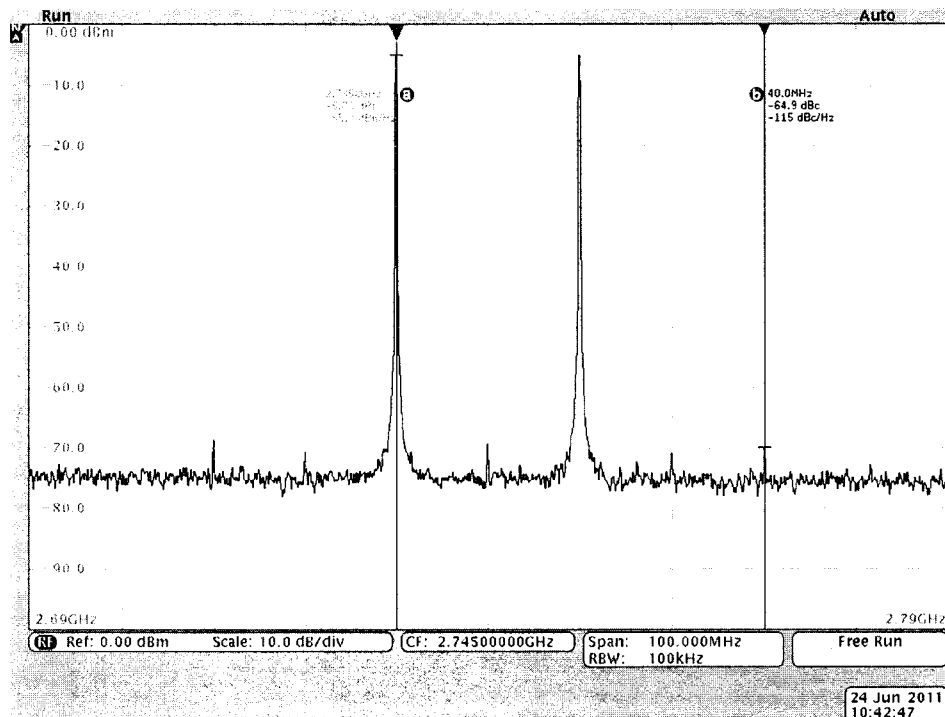

Рисунок 7.6.5 – Интермодуляционные искажения
7.6.5.12 Найти пики интермодуляционных сигналов (рисунок 7.6.5) на частотах: